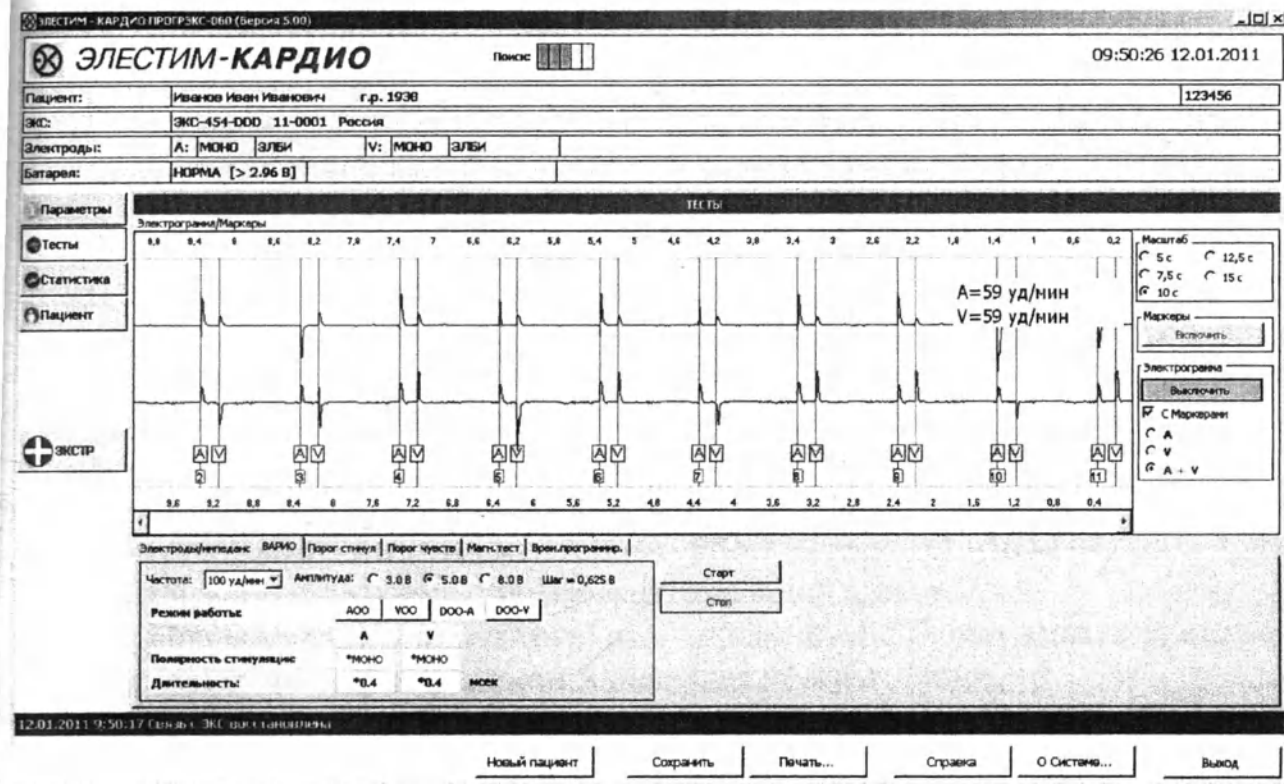

Рисунок 10. Маркеры и электрограмма.
Внутрисердечная электрограмма (ВЭГ) для стимуляторов ЭКС-460-DR и ЭКС-454-DDD может наблюдаться отдельно для каждого канала (А или V) или одновременно для обоих каналов (А + V). При этом электрограмма может быть с маркерами (см. рис. 10) или без них.
2) **Стимуляторы ЭКС-460-DR, ЭКС-454-DDD, ЭКС-554-SSI, ЭКС-554М-SSI.** Находясь в окне «ТЕСТЫ», нажать кнопку «ВАРИО», и окно программы примет вид, показанный на рис. 10. Изначально установлена частота ВАРИО-теста равная 100 уд/мин. При необходимости устанавливают требуемую частоту ВАРИО (50...90 уд/мин), режим однокамерной или двухкамерной стимуляции (кнопки DOO-A, DOO-V для ЭКС-460-DR, ЭКС-454-DDD) и нажимают кнопку с требуемой начальной амплитудой.